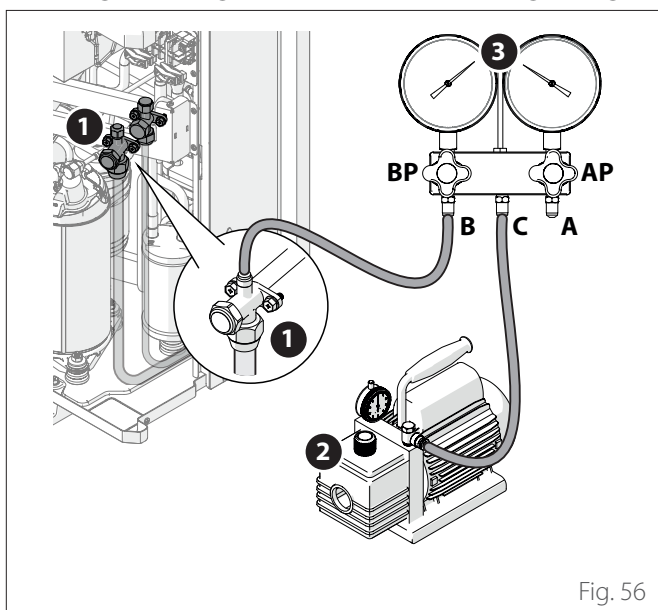

Fig. 56
- Ligar as tubagens conforme indicado na figura "Fig. 56".
- Abra ligeiramente durante alguns segundos a válvula de corte (1) e volte a fechá-la ("Fig. 56").